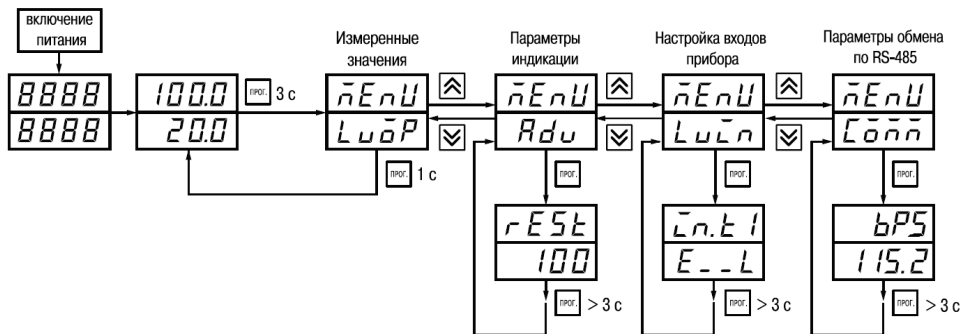

Рисунок 7.1
7.1.2 Основные параметры прибора объединены в 4 группы *LuāP*, *Adu*, *LuĪn* и *Āōññ*, составляющие меню прибора (рисунок 7.1). Полный список программируемых параметров приведен в Приложении Б.